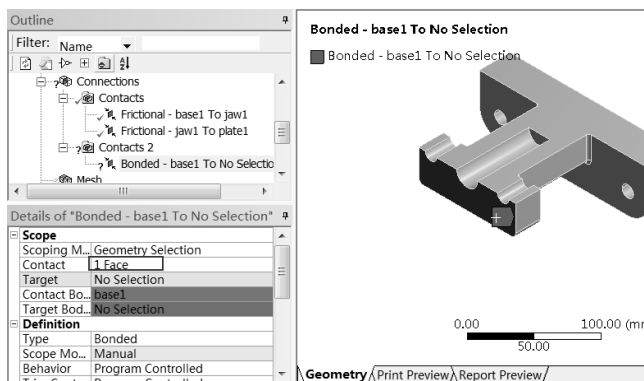

图 13-63 设置接触面
Step10：如图 13-63 所示，保持 **Bonded - base1 To No Selection** 选项被选中，选择实体上表面，然后在 Details of “Bonded” 面板的 Scope Contact 中单击 Apply 按钮，确定选择。